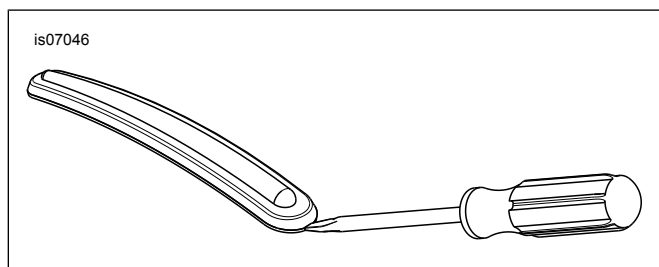

Figura 2. Scoatere benzil ornament de pe aripă
- b. Consultați Figura 2 . Introduceți vârful șurubelniței între rama de crom și banda ornamentală din cauciuc.